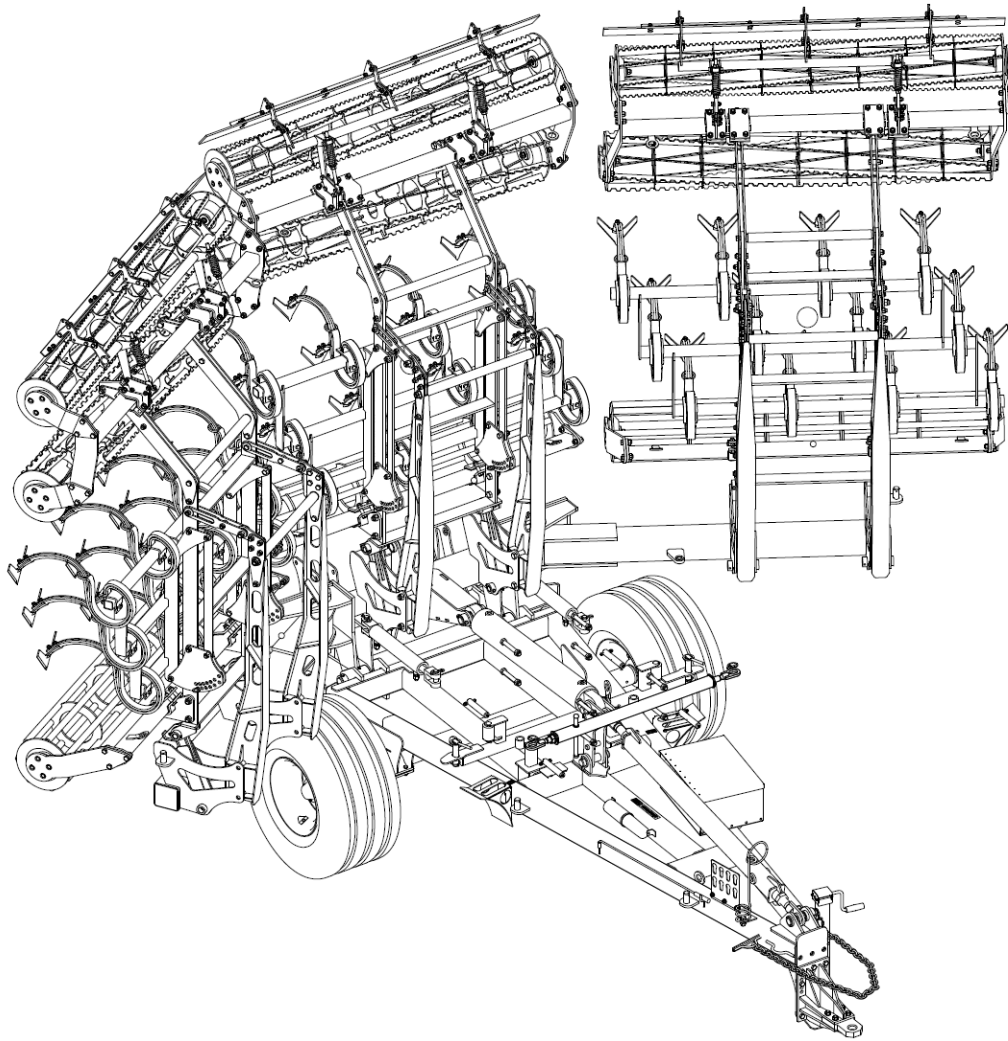

Рис.12.1 Перевод в транспортное положение и наоборот.
- сделать перевод в транспортное положение боковыми гидроцилиндрами (рис.12.1 и 12.2);